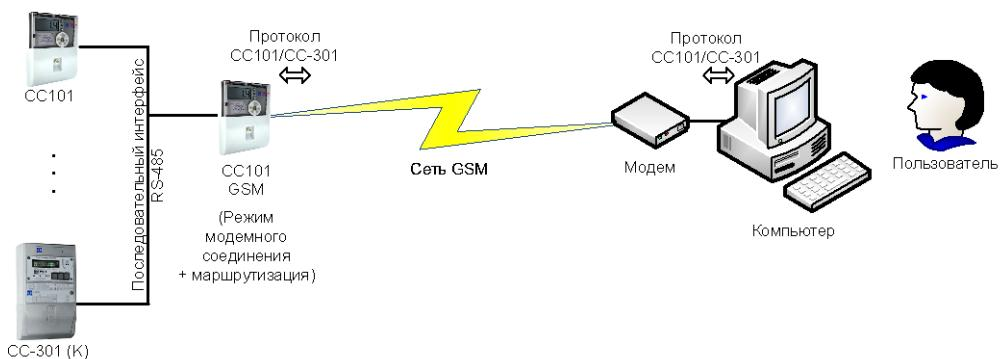

Рисунок 2.11. Считывание показаний и управление счетчиками по модемному соединению
2.11 Пользователь выбирает и считывает показания нескольких счетчиков на компьютер, подключенный к прибору с GSM-модемом через модемное соединение (Рисунок 2.11). В этом варианте основной последовательный интерфейс RS-485 подключен к магистрали с дополнительными приборами, а модуль расширения «GSM/GPRS контроллер» внутри счетчика работает в режиме модемного соединения и маршрутизации на основной интерфейсе. Максимально допустимое расстояние до приборов ограничено только наличием доступа компьютера пользователя и счетчика с GSM-модемом к сети оператора связи GSM. В программе на компьютере можно осуществлять выбор, автоматическое считывание и сохранение показаний в базе данных, формирование отчетов, управление счетчиками и т.д.